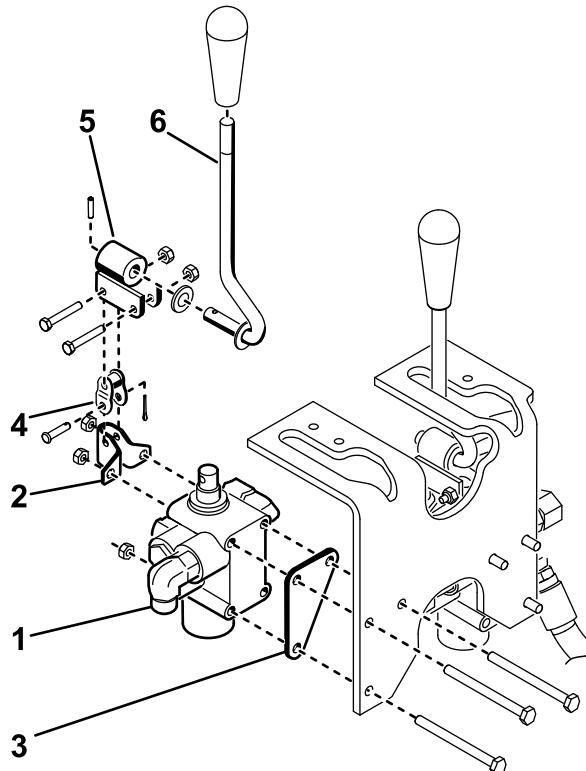

Figura 9
pernos ($\frac{1}{4}$ " x 3") y 3 contratuerca (Figura 9). Posicione la chapa de la válvula contra la parte delantera del travesaño del bastidor mientras realiza de montaje, y apriete las fijaciones a 10–12 N·m.
3. Monte provisionalmente la palanca de pivot en el actuador de la válvula y en el eslabón de desplazamiento con 2 pernos (N.^o 10 x 1¼") y 2 contratuerca (Figura 9).